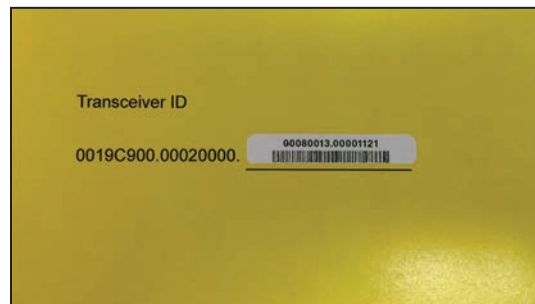

Figura 18. ID do transceptor na etiqueta de identificação do religador.
- **Método 3:** O ID do Transceptor é também impresso no verso da etiqueta amarela “DO NOT DROP—HANDLE WITH CARE” (Não Deixe Cair—Manuseie com Cuidado) afixada a cada religador TripSaver II fornecido pela fábrica da S&C Electric Company. Ver Figura 18.